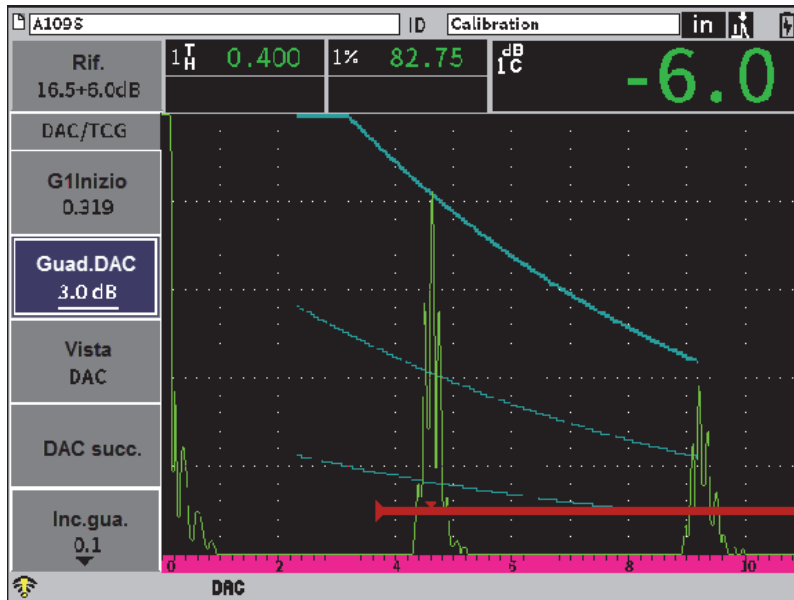

Figura 11-14 Curve DAC con il guadagno regolato
3. Premere il tasto Tab per evidenziare **Guad. DAC** (guadagno DAC) ed in seguito ruotare la manopola di regolazione per regolare il guadagno della curva. La Figura 11-14 a pagina 192 mostra una configurazione della DAC con il guadagno della DAC in uso per fornire una precisa misura dell'eco posizionando l'eco in prossimità a 80% FSH.